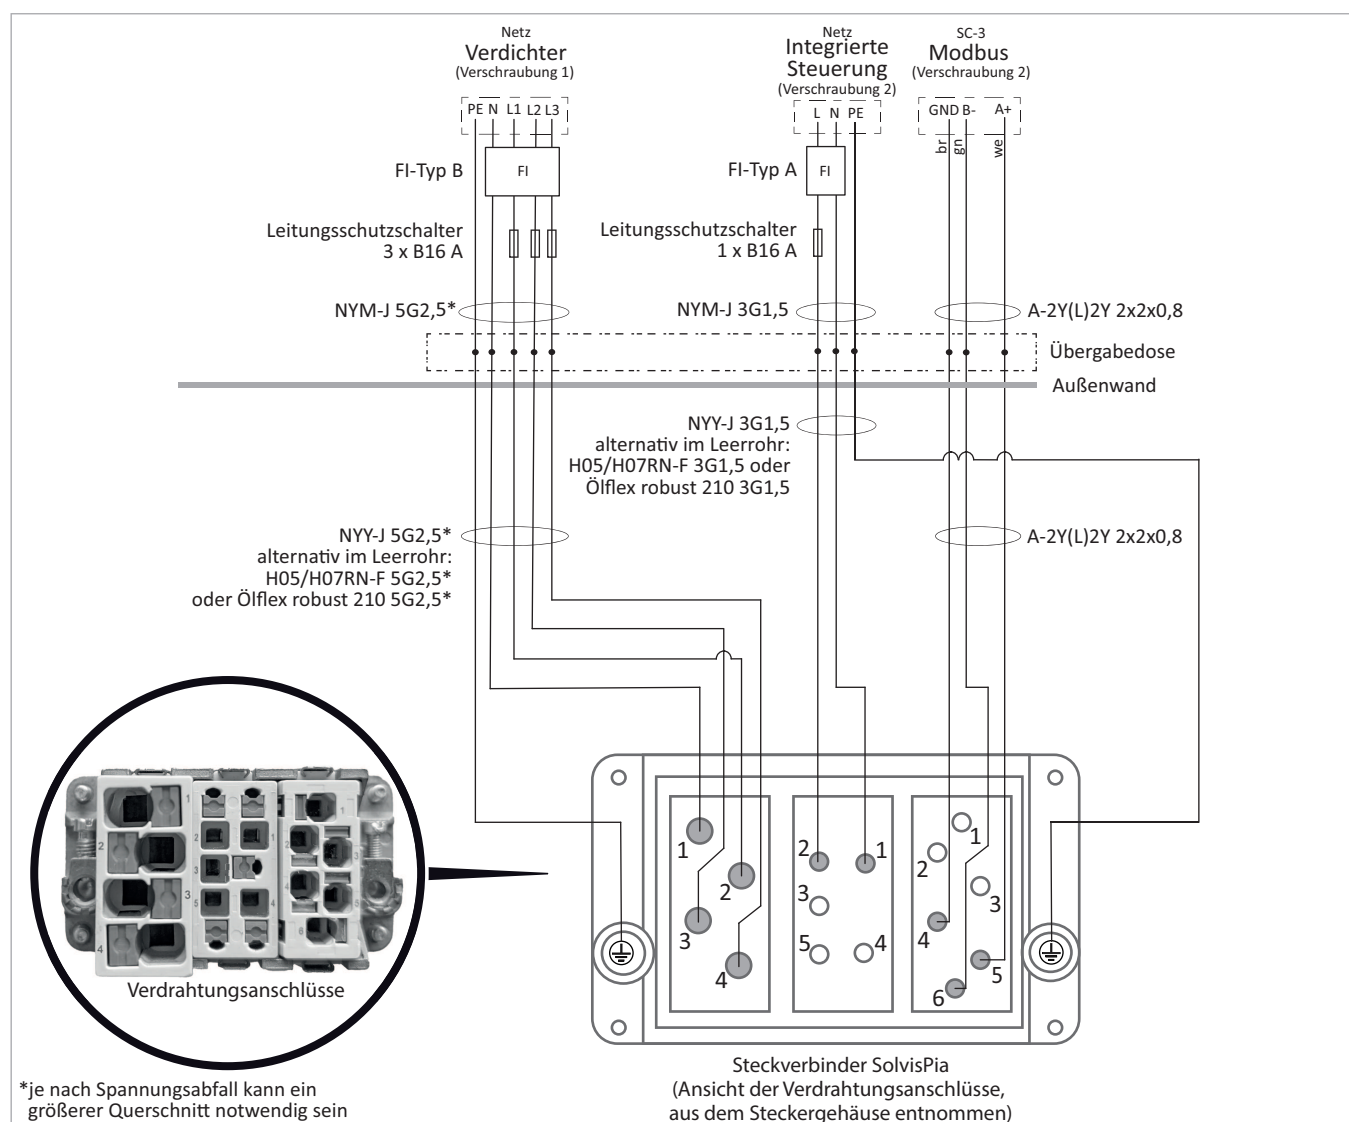

Abb. 4: Stecker-/Anschlussbelegungsplan für SolvisPia 13/17
- Verdrahtung des Steckverbinders gemäß → Abb. 4